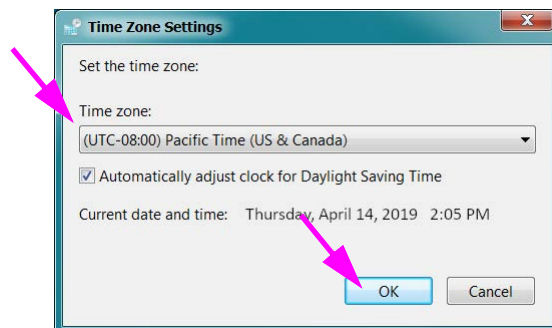

Abbildung 2-33. Dialogfeld „Time Zone Settings“ (Einstellungen für die Zeitzone)
5. Klicken Sie auf die Schaltfläche **Change Time Zone... (Zeitzone ändern...)**. Das Dialogfeld „Time Zone Settings“ (Einstellungen für die Zeitzone) öffnet sich. Siehe Abbildung 2-33.